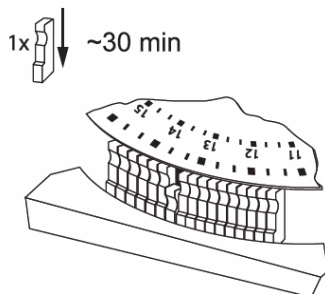

Fig. 3 Stabilirea timpului (intervalui)
<p>Tensiune de alimentare : -230 V, 50 Hz Încărcare maximă : 16 (2) A, 3500W Temperatură de lucru : de la 0 ° C la + 55 ° C Greutate netă : 0,1 kg</p> <p> </p> <p>Fig. 3 dimensiuni</p>